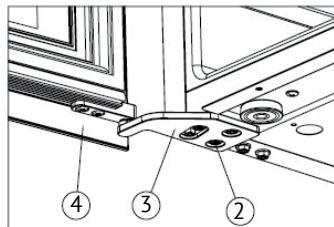

Рисунок 5
⇨ Установите правую верхнюю петлю ③ и затяните винты M5*16 ② (Рисунок 5).